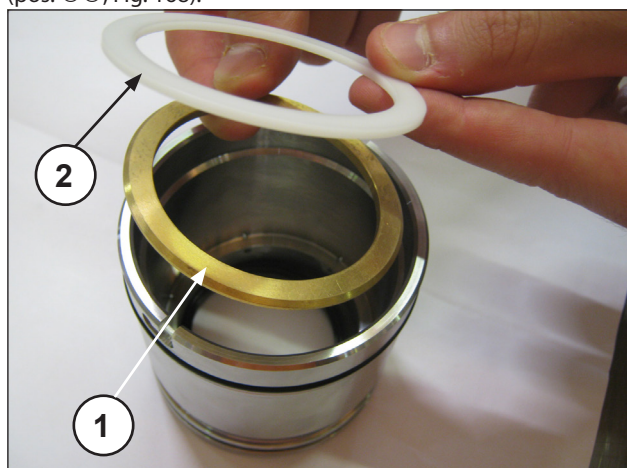
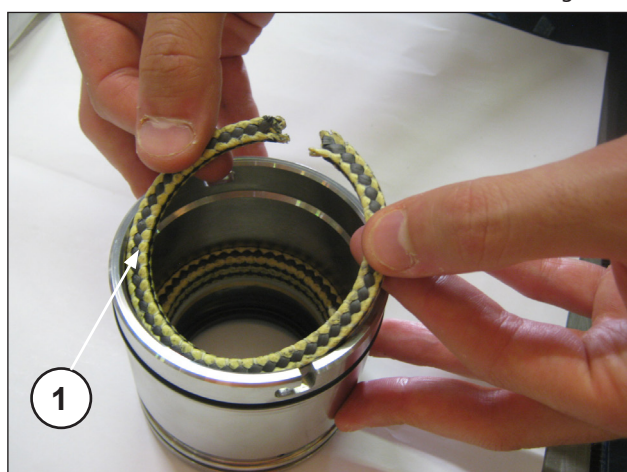
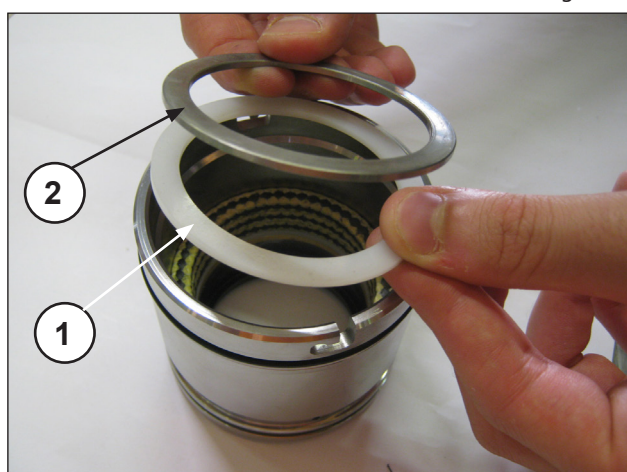

Fig. 166
Fig. 167
Fig. 168
Montar la anilla de soporte y la anilla antiextrusión (pos. ①②, Fig. 166), las tres arandelas de prensaestopas de manera que las incisiones se encuentren a 120° entre sí (pos. ①, Fig. 167), el retén de las arandelas de prensaestopas y la anilla del muelle (pos. ①②, Fig. 168).